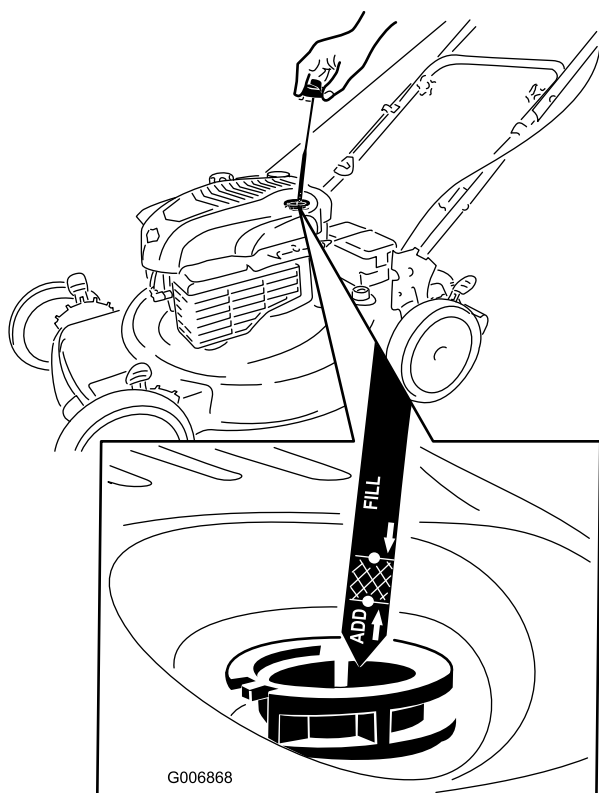

Figura 26
2. Retire la varilla (Figura 26).
4. Vierta **lentamente** aceite en el tubo de llenado hasta que el nivel llegue a la marca **"Full"** (lleno) de la varilla (Figura 26). **No llene demasiado.** (Capacidad máxima: 0,59 l (20 onzas), tipo: SAE 30W, aceite detergente con clasificación de servicio API SF, SG, SH, SJ, SL o superior.)